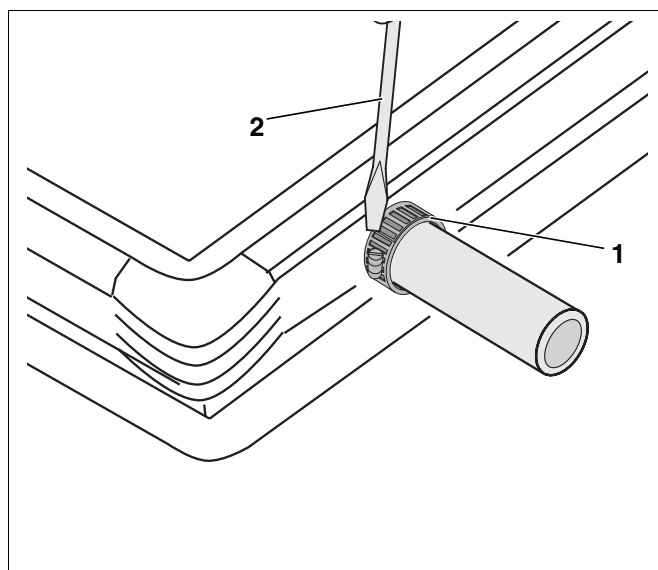

Abb. 2 Montage – Edelstahlschraubschellen
- Edelstahlschraubschellen (Abb. 2, **Pos. 1**) aufschieben.
- Die Edelstahlschraubschellen mit einem Schraubendreher handfest (ca. 2–3Nm) anziehen (Abb. 2, **Pos. 2**).